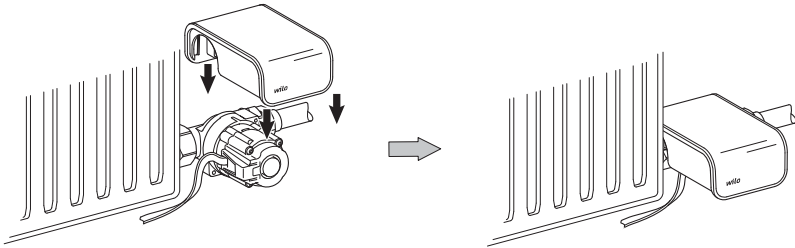

Fig. 15: Verkleidung auf Heatfixx Pumpe/Pumpenadapter aufstecken
- Verkleidung auf die Baugruppe Pumpe-Pumpenadapter aufstecken (Fig. 15).